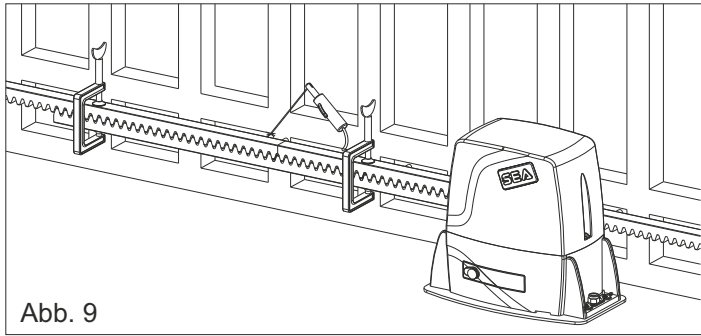

Abb. 9
5.4. Sichstellen, dass sämtliche Zahnstangenglieder bindig aneinandergereiht und ordentlich verlegt wurden (synchronisierte Verzahnung). Es wird empfohlen, zwei aufeinanderfolgende Elemente einem dritten Element gegenüberzustellen, wie in Abb. 9 angegeben;